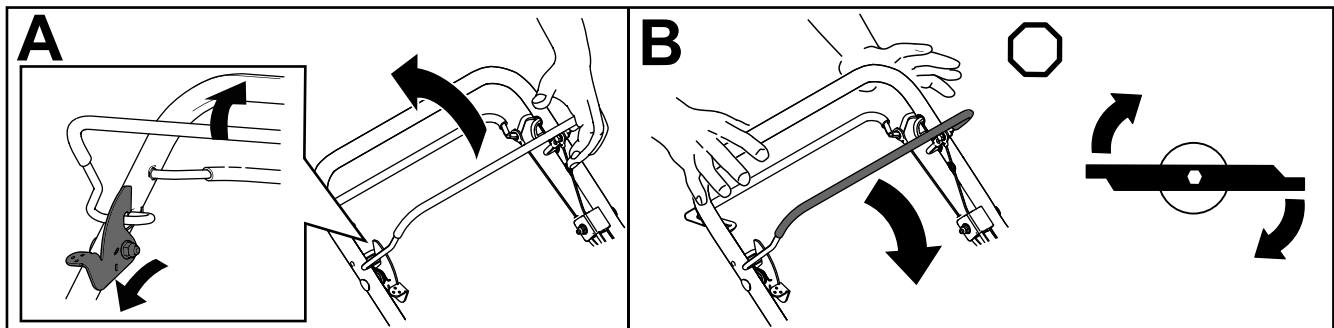

Bild 16
1. Halten Sie den Sperrhebel für den Schaltbügel nach vorne gedrückt, um den Schaltbügel zu lösen (A in Bild 16)
2. Ziehen Sie den Schaltbügel zum Griff und lösen Sie den Sperrhebel für Schaltbügel; das Messer sollte einkuppeln (A in Bild 16).
3. Lassen Sie den Schaltbügel los, um das Schnittmesser auszukuppeln (B in Bild 16). Der Sperrhebel für Schaltbügel wird zurückgesetzt, um den Schaltbügel zu verriegeln.